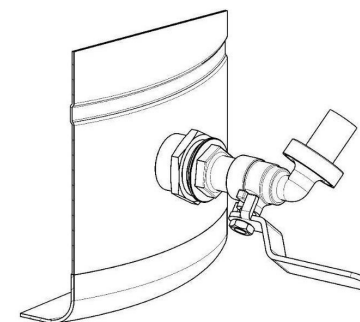

Рисунок 14 — Закрепление сливного крана в штуцере
5. Если кран смотрит не вниз (рис. 14), то вывернуть его, вращая против часовой стрелки до правильного положения. Важно выворачивать не более чем на 1 оборот.